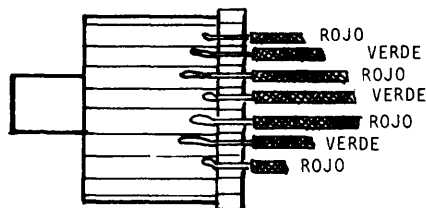

Fig.5
- 5º paso - *Baje todas las puntas manteniendo el orden del bucle inicial y del bucle de derivación (fig.5).*